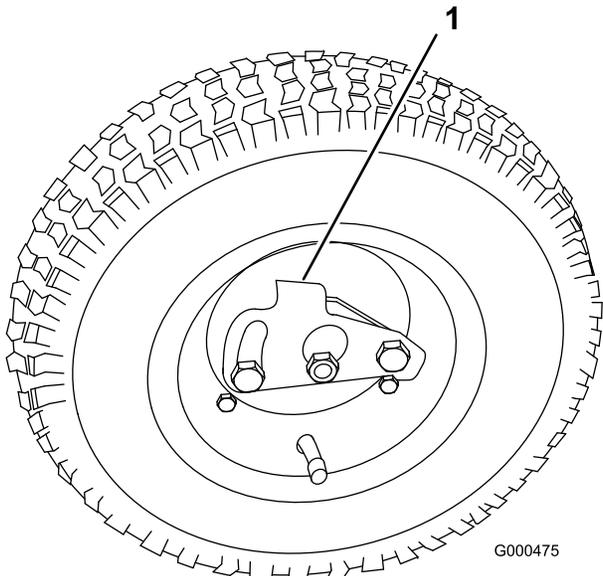

Bild 18
2. Drücken Sie den Radarretierclip zur Mitte des Rads und schieben Sie das Rad auf die Sechskantwelle (**Bild 18**).